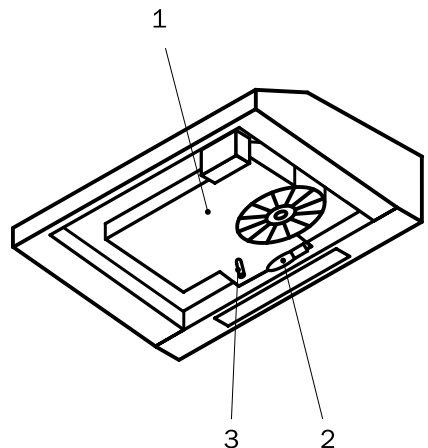

Рис. 2
Внутри вытяжки, если снять алюминиевые жироулавливающие фильтры, находятся (см. рис. 2):
стене или путем крепления к подвесному шкафчику. Если вытяжка крепится на стену, то, как правило, она используется для работы в режиме рециркуляции. В этом случае на нее следует установить угольный фильтр, закрыть вертикальное и горизонтальное выходное отверстие (если они не закрыты) и установить переключатель направления отвода воздуха (см. рис. 2, позиция 3) в требуемое положение.
5. Второй конец гибкого воздуховода соедините с вентиляционным отверстием в стене. Чем короче и прямее без изгибов гибкий воздуховод, тем выше производительность и меньше шум и вибрация у вытяжки. Если вытяжка будет работать в режиме рециркуляции, то разметку для отверстия под гибкий воздуховод делать не следует. Установите на вытяжку угольный фильтр, закройте вертикальное и горизонтальное выходное отверстие (если они не закрыты) и установите переключатель направления отвода воздуха (см. рис. 2, позиция 3) в требуемое положение. Наметьте точки под крепежные винты, просверлите отверстия и закрепите вытяжку на шкафчике.